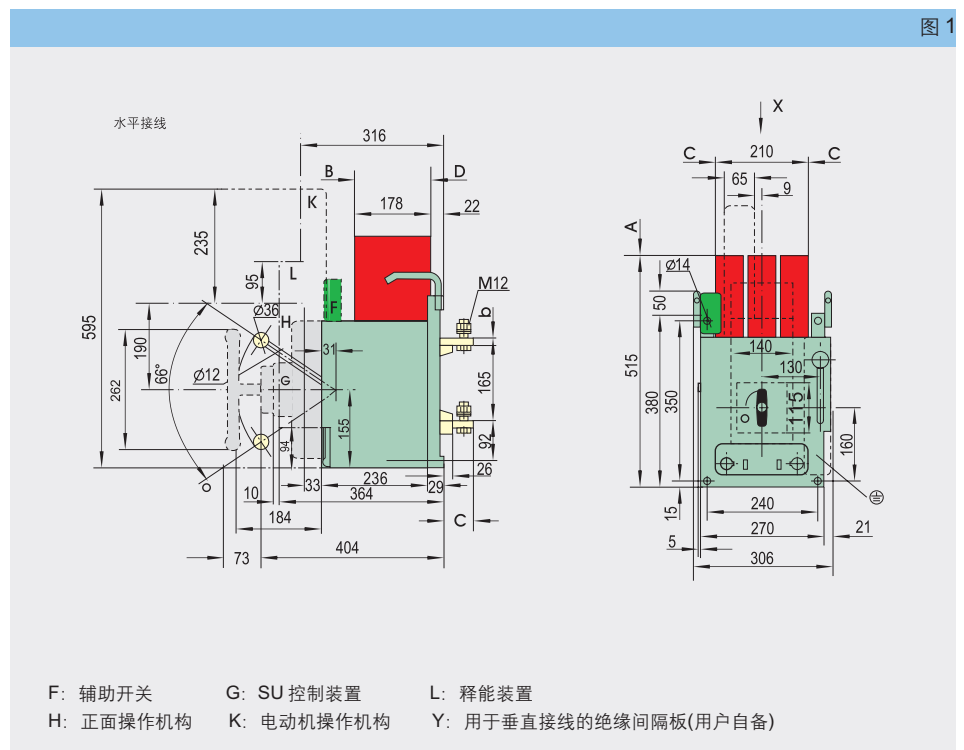

图 2
6.1.1 DW17-630~1605 固定式(见图 1、图 2、图 3)。